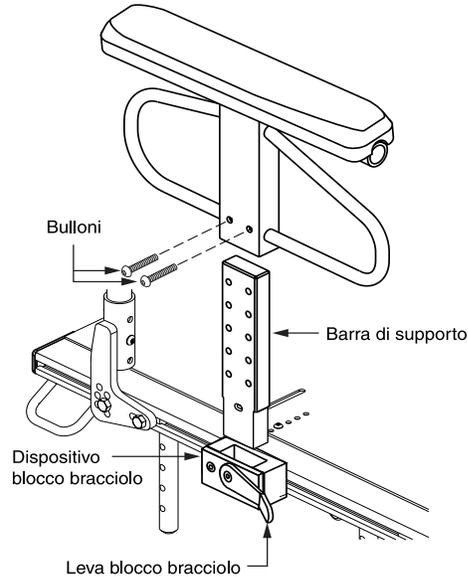

Figura 7. Regolazione altezza braccioli removibili tipo "Rinforzato"
1. Girare la leva di blocco bracciolo all'indietro e disinstallare il bracciolo dall'apposito meccanismo di blocco. Si veda figura 7.